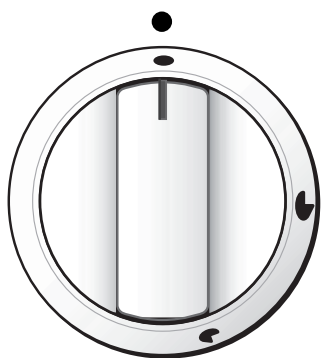

Fig. 3.1
L'afflusso del gas ai bruciatori è regolato da un rubinetto comandato da una manopola (Fig. 3.1).
1. Premere a fondo la manopola del rubinetto gas relativo al bruciatore da accendere e, tenendola sempre premuta, ruotarla in senso antiorario di 90° (Fig. 3.1).
L'afflusso del gas al bruciatore è regolato da un rubinetto, come i bruciatori del piano di lavoro (fig.3.1), che permette la regolazione del massimo e del minimo.